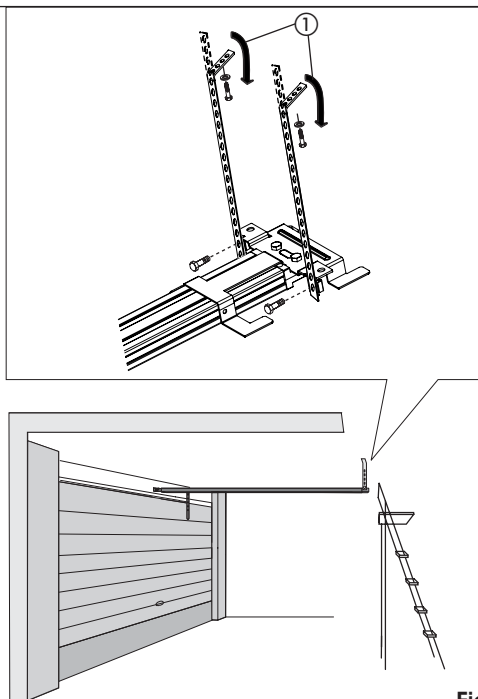

Fig. 14
- 11) Monter les brides sur la patte d'attache postérieure et repositionner le rail de guidage (Fig. 14).